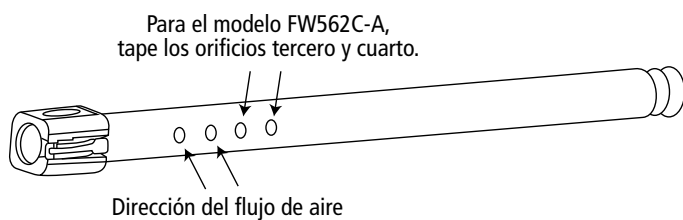

Figura 2
5. Para el modelo FW562C-A, selle el tercer y cuarto orificio con los tapones de goma suministrados. Ver figura 2: